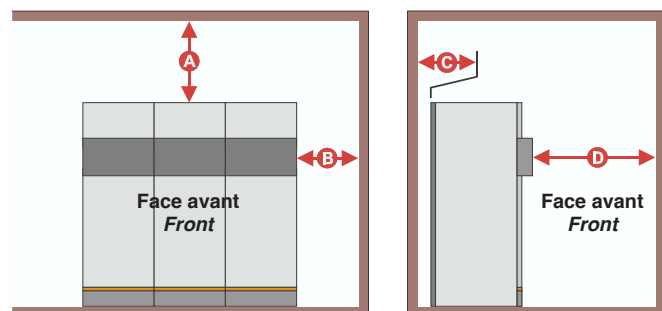

Fig. 14
- La partie au-dessus des chambres d'échappement des gaz, placées à l'arrière des compartiments, doit être dégagée de tout obstacle. En outre il faut respecter les distances minimum indiquées dans la fig. 14.
- The area above the gas exhaust stacks, located in the rear part of the units, must be free of all obstacles. Furthermore, the minimum distances indicated in fig. 14 must be respected.